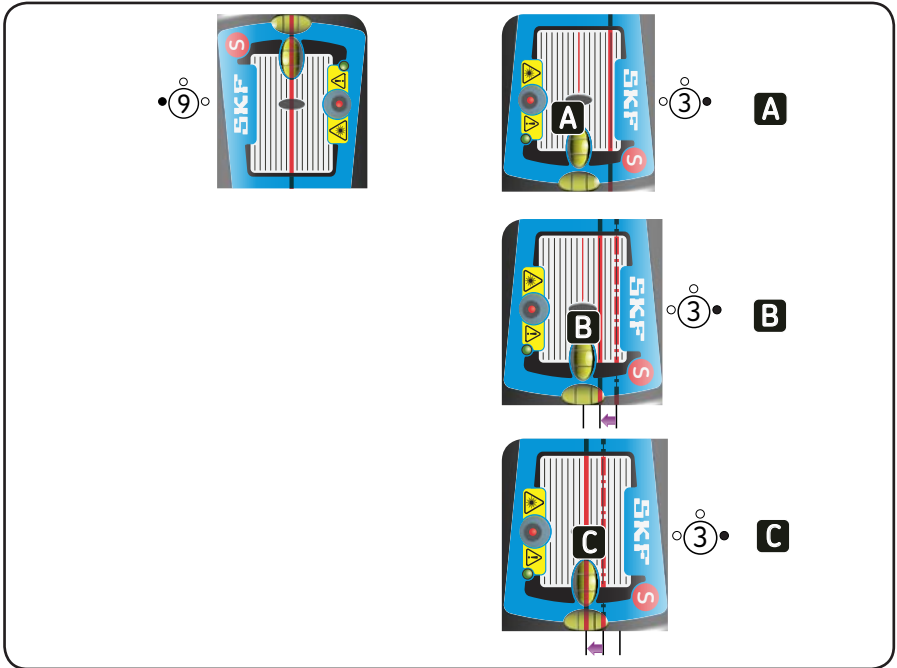

Fig. 11. Pré-alinhamento
d) Se o alinhamento horizontal for muito pobre, as linhas do laser podem mover-se para fora das áreas dos detectores. Se isto acontecer, terá que ser feito um pré-alinhamento menos preciso. Para tal, dirija as linhas do laser na direcção dos detectores de posição de 9 horas. Rode as unidades de medição para a posição de 3 horas quando as linhas atingirem pontos situados fora da área dos detectores. Ajuste as linhas para a posição a meia-distância entre o centro do detector e a posição actual através do mecanismo de ajuste, como se indica na fig. 11. Alinhe a máquina Móvel até que as linhas atinjam o centro do detector de posição.